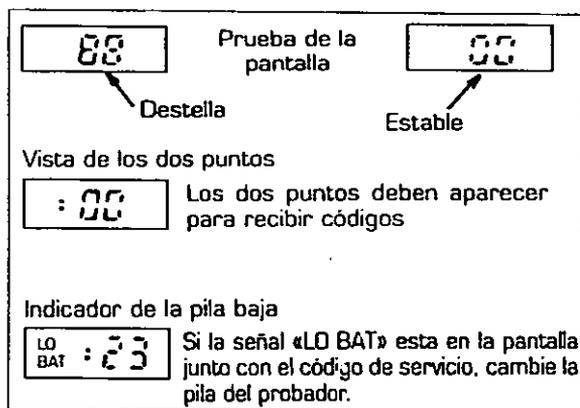

FIG. 10.7 PANTALLA DEL PROBADOR STAR.
1.- Deslice a ON el interruptor que se encuentra en el lado derecho del probador STAR. El probador mostrará una prueba de la pantalla, empezando a destellar el número 88 en la pantalla. Después aparecerá un 00 estable, que significa que el probador STAR está listo para empezar la autopruueba y recibir los códigos de servicio (Fig. 10.7).